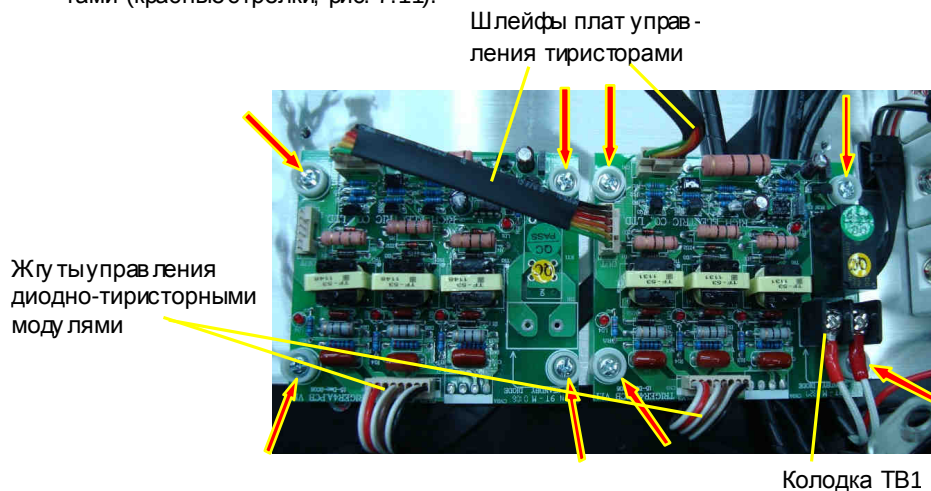

Рис. 7.11.
7.7.1. Установить платы управления тиристорами на их посадочные места и закрепить винтами (красные стрелки, рис. 7.11).
7.7.2. Соединить провода резистора предзаряда с клеммами колодки ТВ1 в ведущей платы управления тиристорами (рис. 7.11).
7.7.3. Вставить в разъемы на платах ответные разъемы жгутов управления диодно-тиристорными модулями и шлейфы плат управления тиристорами (2 шт.) (рис. 7.11).